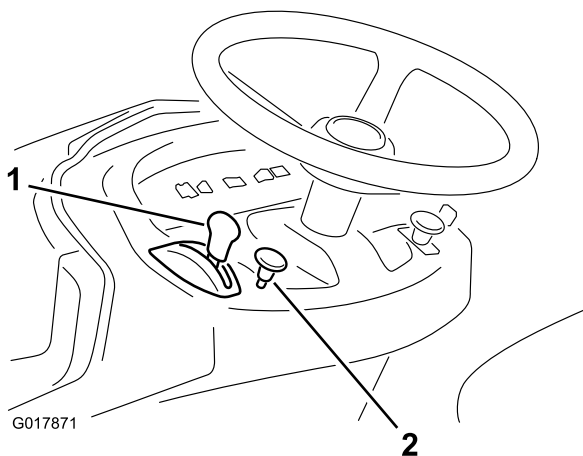

Figura 9
6. Quando avviate un motore a freddo, tirate verso l'esterno la manopola dello starter (Figura 9).
8. Quando il motore si accende, spostate lentamente la leva di comando dell'acceleratore in posizione Fast (Figura 9).
1. Spostate la leva di comando dell'acceleratore in posizione Slow (Figura 9).